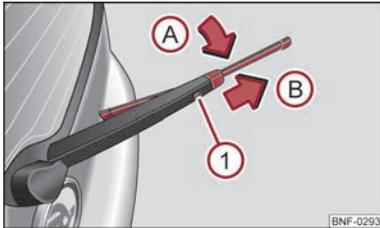

Abb. 31 Scheibenwischerblatt der Heckscheibe
- Heben Sie den Scheibenwischerarm von der Heckscheibe an und kippen Sie das Scheibenwischerblatt geringfügig in Richtung Scheibenwischerarm, Pfeil (A) ⇒ Abb. 31.
- Entriegeln Sie mit der anderen Hand die Sicherung (1) und nehmen Sie das Scheibenwischerblatt in Pfeilrichtung (B) ab.